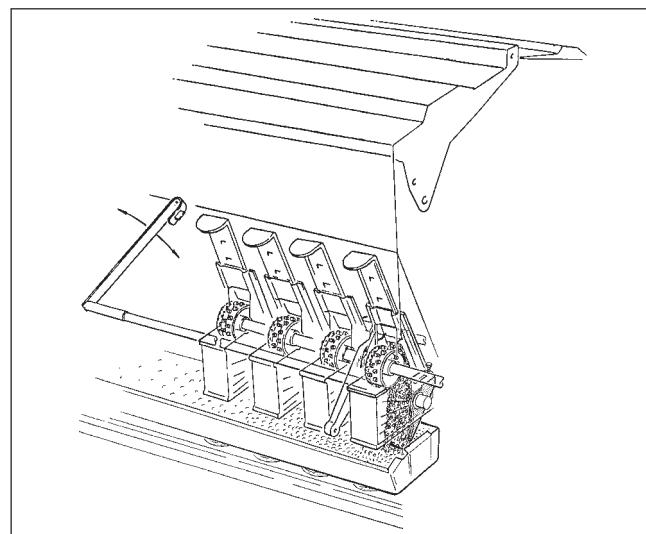

Рис. 6.8
- Все заслонки высевающего аппарата (Рис. 6.8/3) выдвинуть вверх, а регулировочный рычаг клапана высевной коробки (Рис. 6.8/2) продвинуть вниз через храповик. Если лотки заполняются, закройте клапаны высевных коробок (Рис. 6.8/1) при помощи регулировочного рычага высевной коробки (Рис. 6.8/2) и разгрузите лотки. Этот процесс повторять до тех пор, пока семенной ящик не будет полностью свободен.